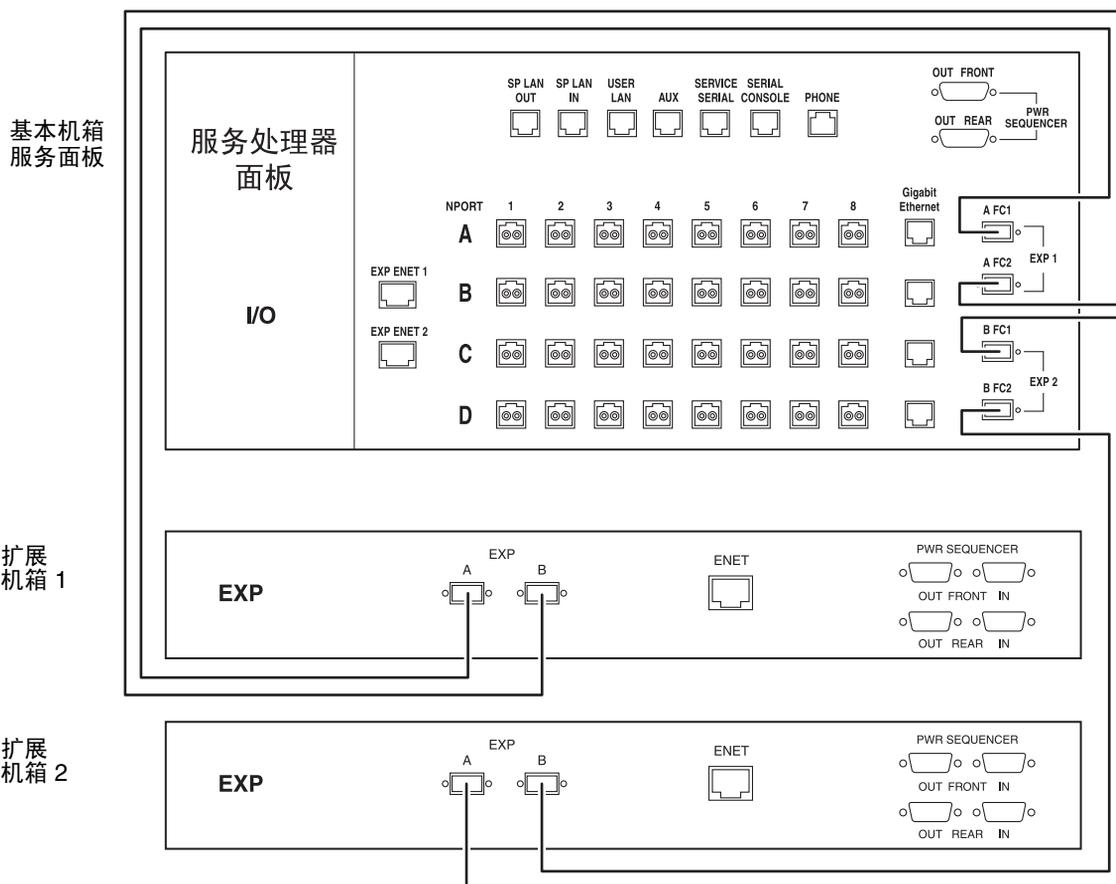

图 2-10 用 FC 电缆将基本机箱服务面板、扩展机箱 1 和扩展机箱 2 进行连接
请按以下方法连接冗余的光纤通道 (FC) 电缆（部件编号 537-1060-01）（请参见图 2-10）：